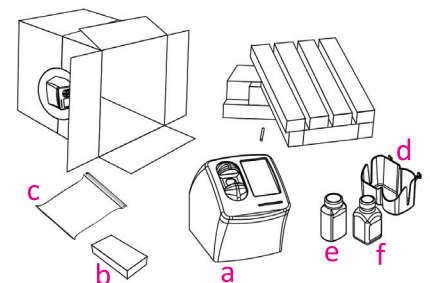

Figure 4
7. Retirer les panneaux de mousse des côtés de l'analyseur (figure 4).
Voir figure 4.